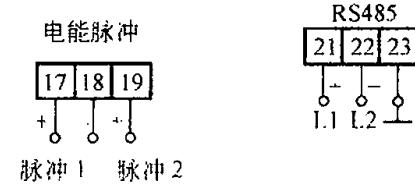

图 267 ACR72EL 数字多功能电力表接线图
- (1) 测量单相电压、电流、功率、频率、功率因数、电能
- (2) 测量精度：无功电能 1 级，其他 0.5 级
- (3) RS485 通信接口，Modbus RTU 通信协议
- (4) LCD 显示
- (5) 两路电能脉冲输出
- (6) 接线方式（见图 267）